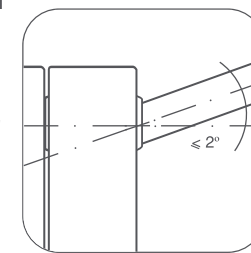

рис. 5
**!** Во избежание аварии допустимо отклонение оси коллектора радиатора от подводящих труб не более 2° (рис. 5).